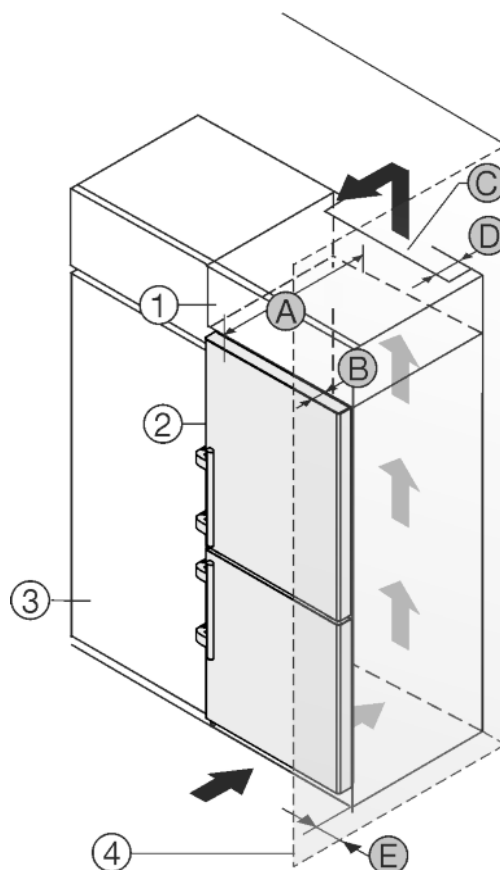

Fig. 13
Spotřebič lze zabudovat do kuchyňských skříní. K vyrovnání spotřebiče *Fig. 13 (2)* na výšku kuchyňské linky lze na přístroj nasadit nástavec *Fig. 13 (1)*.
Spotřebič lze instalovat přímo vedle kuchyňské skřínky *Fig. 13 (3)*. Aby bylo možné dvířka plně otevřít, musí spotřebič přesahovat o hloubku *Fig. 13 (B)* vůči přední linii kuchyňské skřínky. V závislosti na hloubce kuchyňských linek a použití vymezení odstupů od stěny může spotřebič vyčnívat dále.
- Na zadní straně skřínky nástavce musí být větrací šachta hluboká alespoň hloubku *Fig. 13 (D)* mm přes celou šířku nástavce skřínky.
- Pod stropem místnosti musí být dodržen ventilační průřez *Fig. 13 (C)*.
Pokud je spotřebič se závěsy instalován vedle stěny *Fig. 13 (4)*, musí být dodržena vzdálenost *Fig. 13 (E)* mezi spotřebičem a stěnou. To odpovídá přesahu madla při otevřených dveřích.